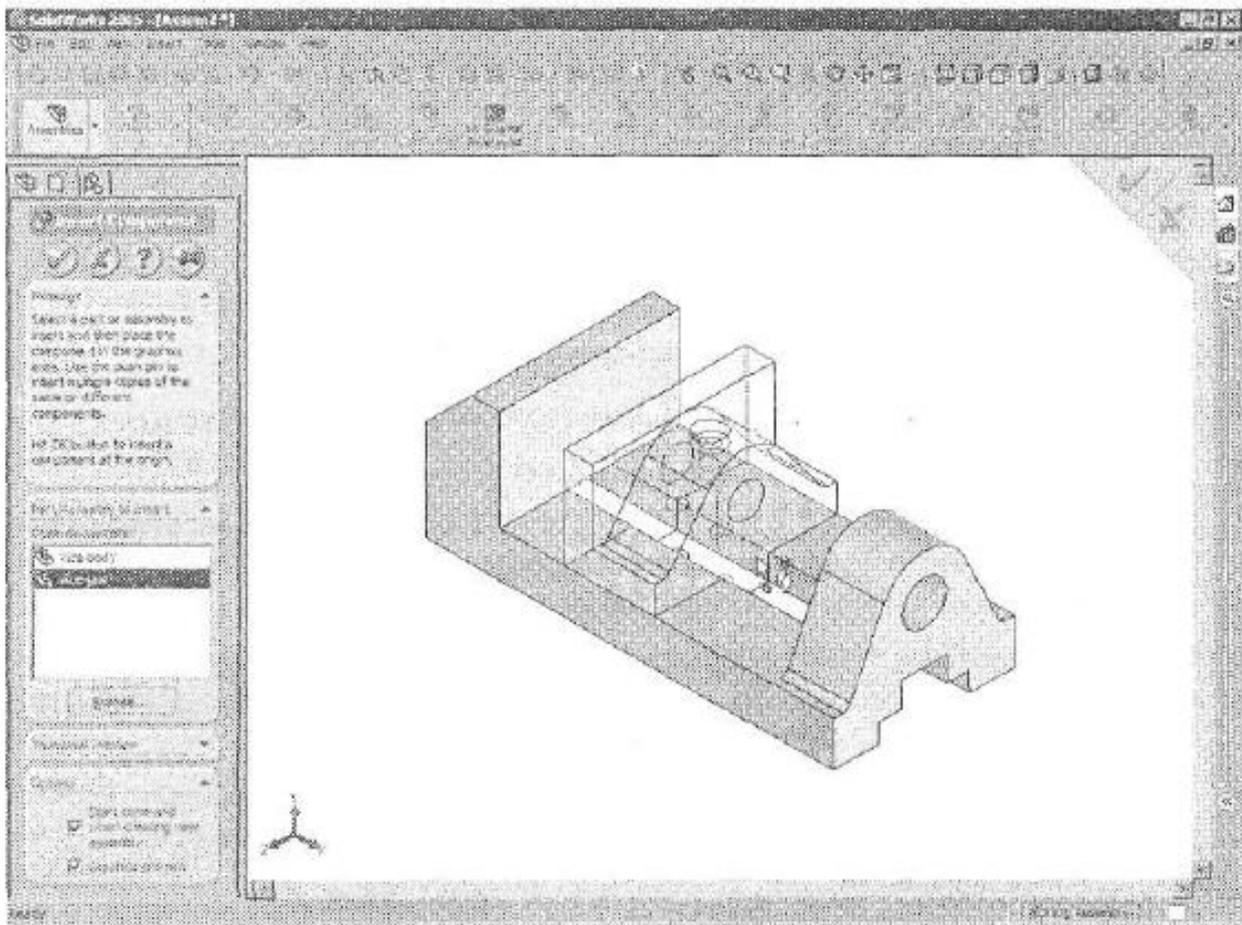
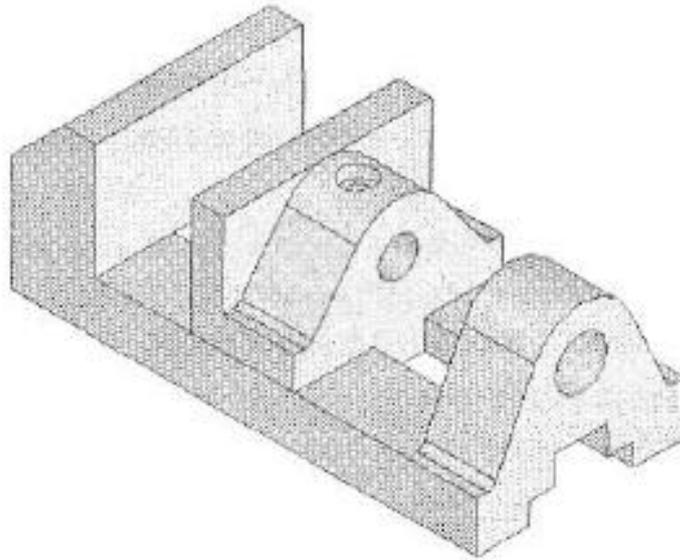

Рис. 5.12 Перетаскивание второго компонента.
Рис. 5.13. Губки тисков в сборе с основанием.
3. Создайте новый документ сборки и откройте все документы деталей. Поместите в новый документ первый компонент, основание тисков, перетащив его из окна документа детали. Теперь перетащите губки тисков в документ сборки. Он автоматически будет собран с губками тисков, поскольку сопряжения уже были определены на рис. 5.12 и 5.13.
На рис. 5.12 показан второй компонент, помещенный в документ сборки. На рис. 5.13 показаны губки тисков вместе с основанием.